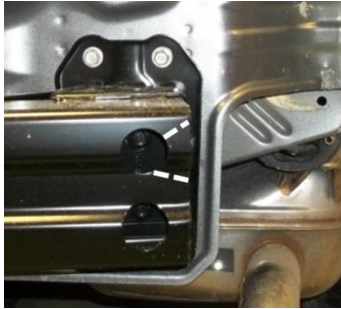

Figura 2
3. **Abrir el baúl:** Abrir el baúl para sacar el tornillo hexagonal (2) de 8 mm por debajo de la puerta trasera que asegura la fascia del parachoques. Repetir para cada lado.
5. **Eliminación del parachoques:** Retirar los (8) tornillos que sujetan el parachoques en su lugar y devolver los fijadores al propietario.
6. **Recorte del parachoques:** Usar una rectificadora de matrices para eliminar el material que se muestra en la Figura 2. Ambos lados
6. Recorte del parachoques: Usar una rectificadora de matrices para eliminar el material que se muestra en la Figura 2. Ambos lados. Ver la Figura abajo.